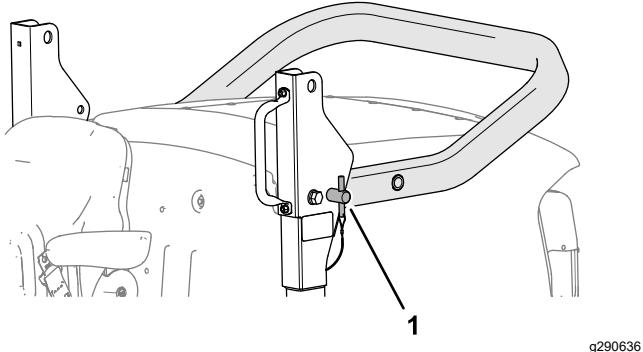

Figure 22
2. Retirez les axes des supports de pivot de l'arceau de sécurité (Figure 22).